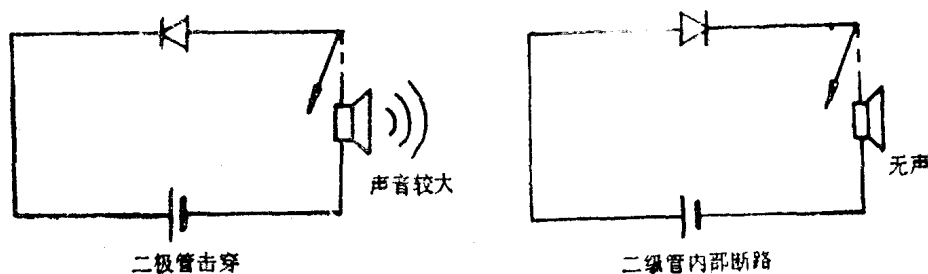

图 4
②如果没有万用表，也可用电池、喇叭（或耳机）与被测二极管串联。当二极管负端接电池的正极，正端串接喇叭再接电池负极（反向连接），断续接通时，若喇叭发出较大的“咯咯”声，表明二极管已击穿；反过来，如果将二极管正向连续接通时，喇叭无一点响声，表明二极管内部断路，接线如图4所示。